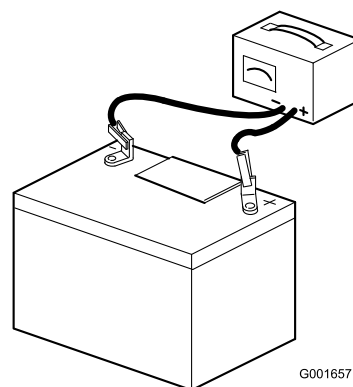

Figura 5
7. Ligue um carregador de baterias de 3 a 4 amperes aos pólos da bateria (Figura 5). Carregue a bateria com um carregador de bateria de 3 a 4 amperes, durante 4 a 8 horas.